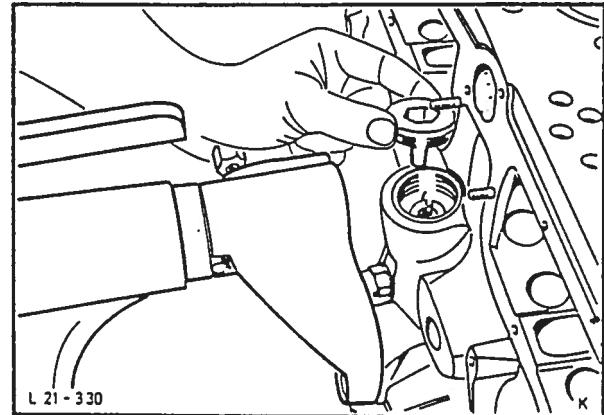

Fig. 48 Demontering av tetningsplugger.
19. Demonter tetningspluggene komplett med shims, fig. 48 (19 mm innvendig sekskant).